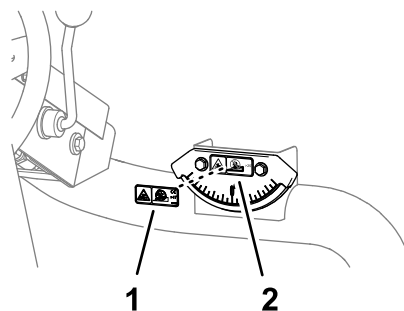

Figura 39
1. Pulite l'adesivo di ribaltamento sull'indicatore di pendenza con alcol e lasciate che l'adesivo si asciughi (Figura 39).
2. Rimuovete la parte posteriore e applicate l'adesivo di pericolo di ribaltamento CE sull'adesivo di ribaltamento sull'indicatore di pendenza (Figura 39).